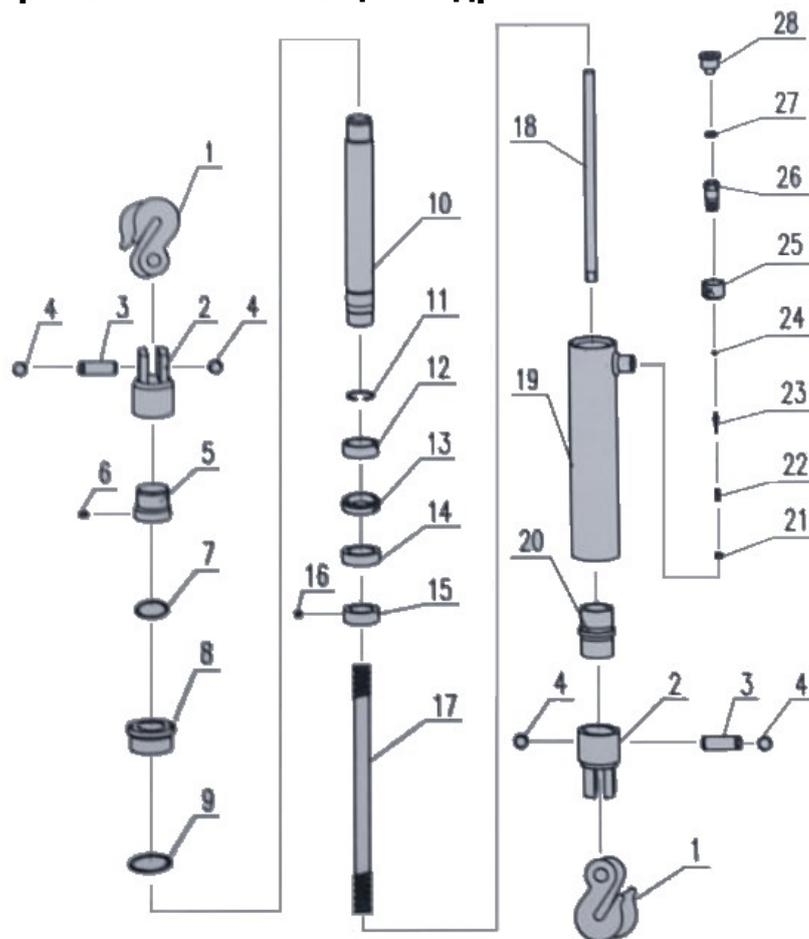

Рис. 1
2. Надежно закрепите крюки стяжного цилиндра (Рис.1, п.20) в требуемых местах кузова автомобиля.